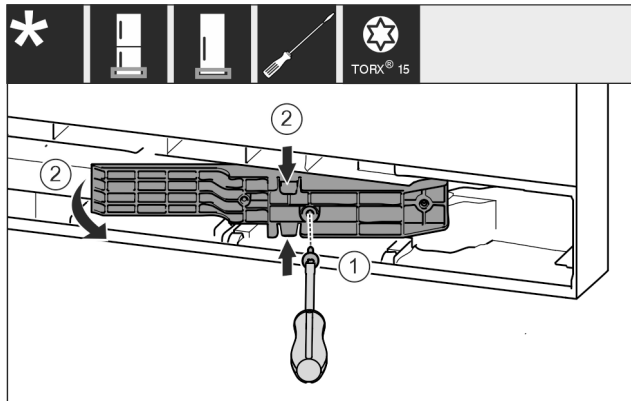

Fig. 8 *
- ▶ Ослабити гвинти за допомогою викруттки T15. Fig. 8 (1)*
- ▶ Витягнути деталь адаптера. Fig. 8 (2)*